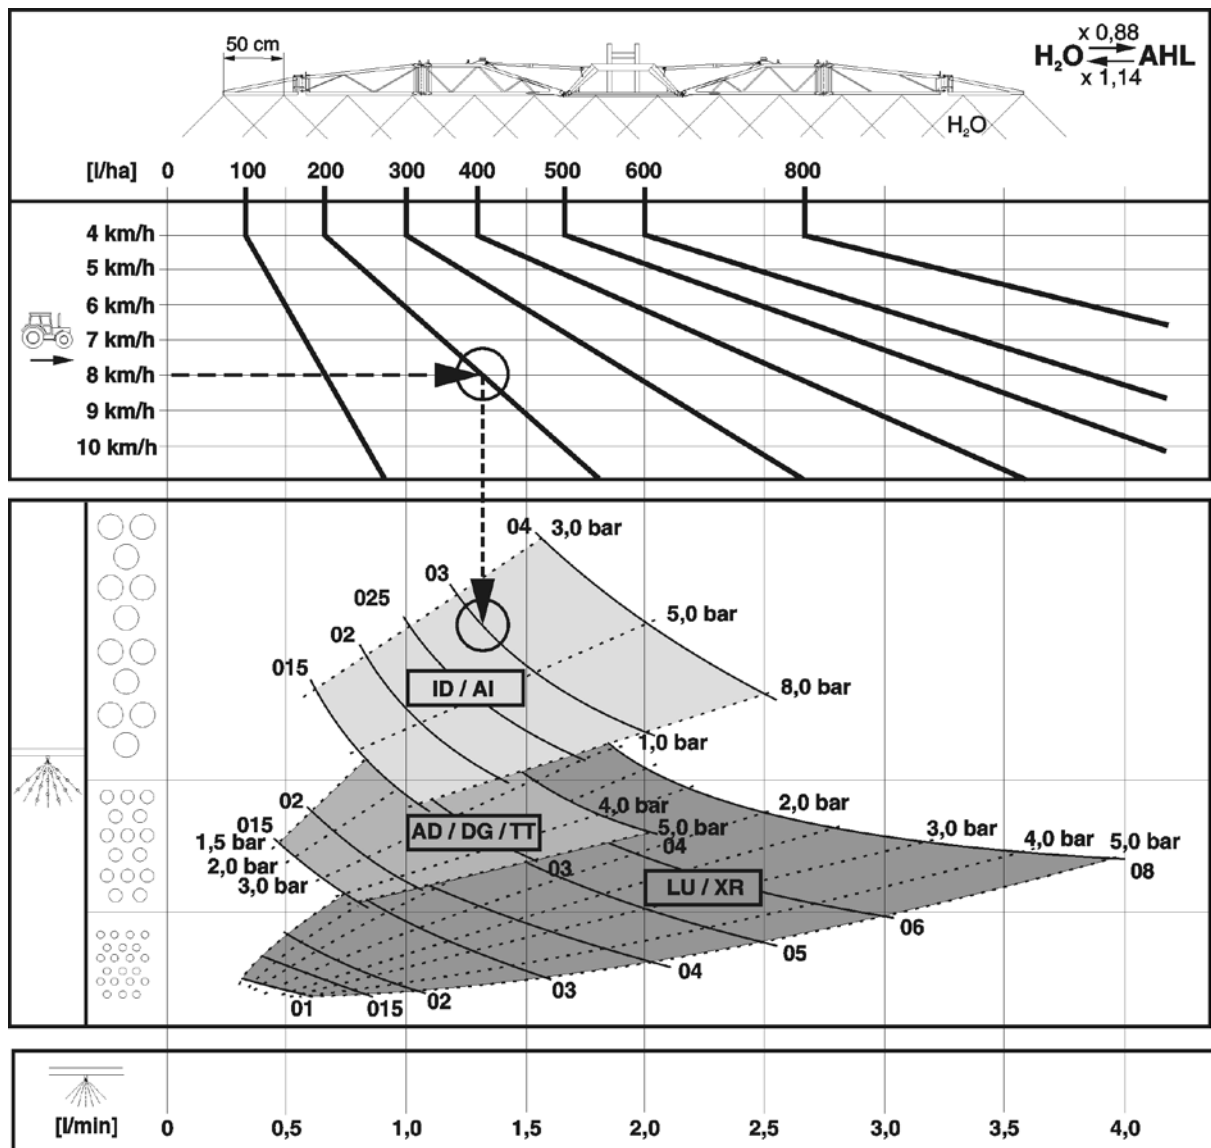

Bild 192
- Bild 192 används för
4. Byt till spruttabeln (Bild 192).